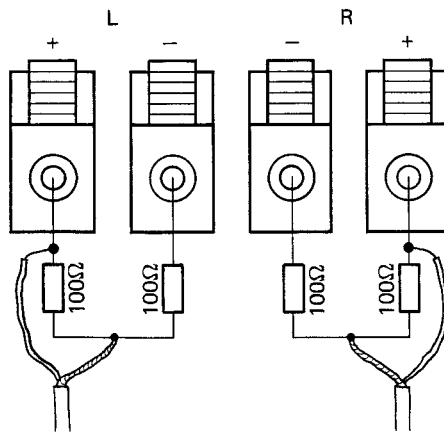

Fig. 6
– In seltenen Fällen sind die Endstufen des Vollverstärkers in Brückenschaltung ausgeführt. In diesen Fällen wird der Innenleiter des Anschlusskabels mit dem «+»-Anschluss verbunden. Die Abschirmung benötigt einen künstlichen Massepunkt, der pro Kanal durch einen Spannungsteiler (je 2 Widerstände von 100 Ohm/1W, siehe Fig. 6) erzeugt wird.
– In rare cases the output stages of the integrated amplifier are implemented as a bridge circuit. In this case the center conductor of the connecting cable is connected to the “+” terminal. The screen requires an artificial ground that is created for each channel by a voltage divider (two 100 ohm/1W resistors each, Fig. 6).
– Dans de plus rares cas, les étages finaux de l’amplificateur intégré sont montés en pont. Il convient alors de raccorder le conducteur central du câble de liaison au point «+». Le blindage nécessite pour chaque canal une masse artificielle, réalisée à l’aide d’un diviseur de tension (2 résistances de 100 Ohm/1W chacun, voir fig. 6).